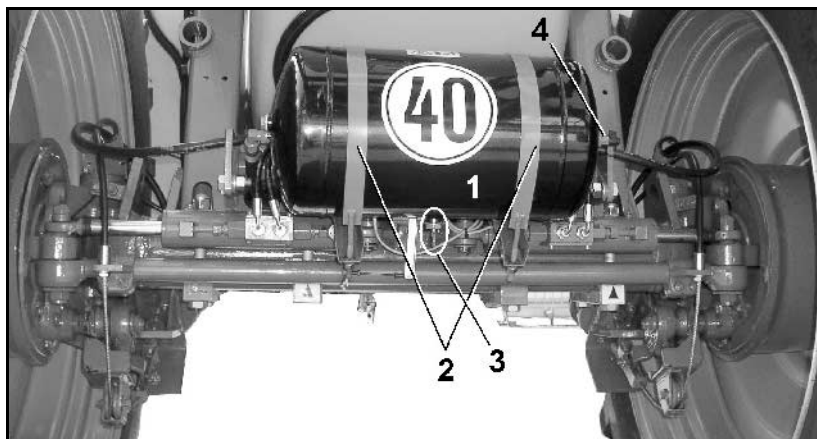

Fig. 175
1. Controllare eventuali danni sulle guarnizioni parapolvere e sui soffietti (Fig. 175/5).